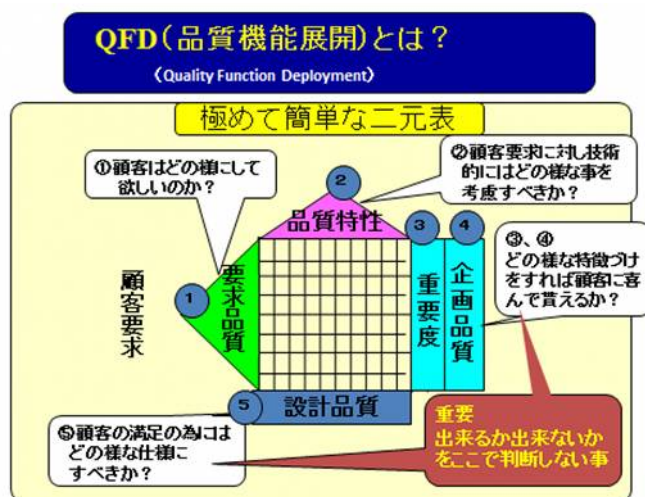

図1 (QFDの概要)
1) 顧客の要求を整理する (QFDの要求品質として纏める…図1の①)
QFDは図1の如く極めて簡単な二元表であるがマーケティングや市場調査等の結果の顧客の要求を「要求品質」(図1の①、詳細は図2参考)として纏める。
2) 要求品質を解決する為の技術を整理する (図1の②の品質特性として纏める)
3) 要求品質の重要度 (図1の③) や企画品質 (図1の④) を整理する
4) 設計品質 (図1の⑤) を決める
要求品質、品質特性、要求品質の重要度や今回のプロジェクトの目指す「企画品質」等を考慮し、図1の格子状の枠に重要な関連事項に○や◎を付けそれを見ながら、新しくやるべき技術目標として「設計品質」という形で明確な課題の設定を行う。